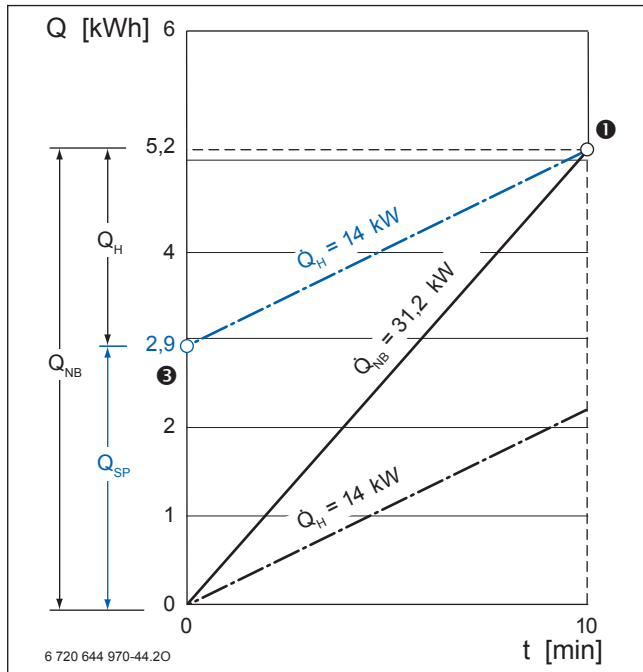

Bild 57 Ermittlung der theoretischen Speicherkapazität bei gegebener Wärmeleistung
Im Wärmeschaubild ist die Heizlinie  $\dot{Q}_H = 14 \text{ kW}$  parallel so zu verschieben, dass sie auf den Bedarfspunkt ❶ trifft (→ Bild 57). Am Schnittpunkt ❷ mit der Ordinatenachse ist die theoretische Speicherkapazität  $Q_{Sp} = 2,9 \text{ kWh}$  ablesbar. Aus der theoretischen Speicherkapazität lässt sich der entsprechende Speicherinhalt ermitteln.
Das Wärmeschaubild ( $\rightarrow$  Bild 57, Seite 85) setzt voraus, dass die Entnahme der 83 Liter aus dem Speicher und die Durchlauf-Wassererwärmung der 67 Liter durch  $\dot{Q}_H = 14 \text{ kW}$  gleichzeitig ablaufen.